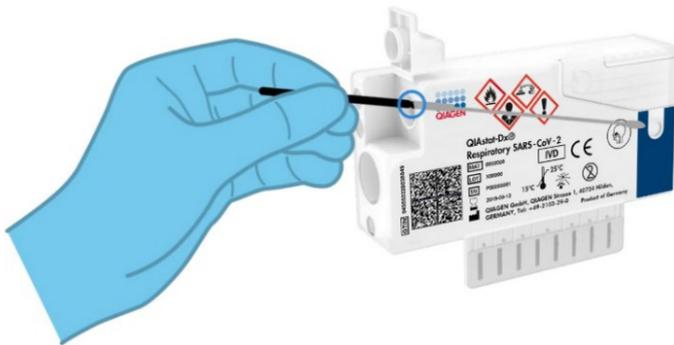

Figure 8. Insertion de l'écouvillon dans la QIAstat-Dx Respiratory SARS-CoV-2 Panel Cartridge.
5. Introduire l'écouvillon dans la QIAstat-Dx Respiratory SARS-CoV-2 Panel Cartridge jusqu'à ce que le point de cassure soit dans l'alignement de l'ouverture d'accès (l'écouvillon ne peut aller plus loin) (figure 8).